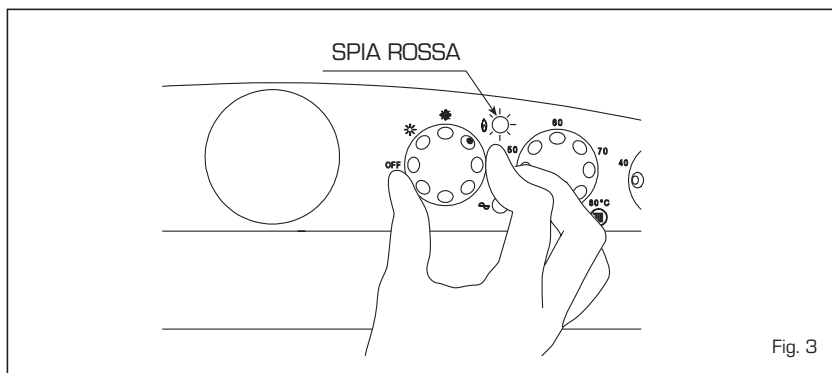

Fig. 3
- **Blocco accensione/intervento termostato di sicurezza** (fig. 3)